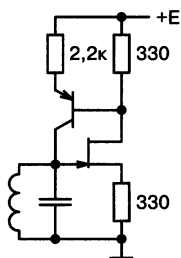

Рис. 6.28. Где причина высокой стабильности?
**РАДИОЛЮБИТЕЛЬ:** *Схему автогенератора (рис. 6.28) я отыскал в Интернете. Автор объясняет высокую стабильность частоты высокими входным и выходным сопротивлениями, не ухудшающими добротности контура. Для повышения этих сопротивлений специально введены резисторы в истоковую и эмиттерную цепи. Убедительно?*